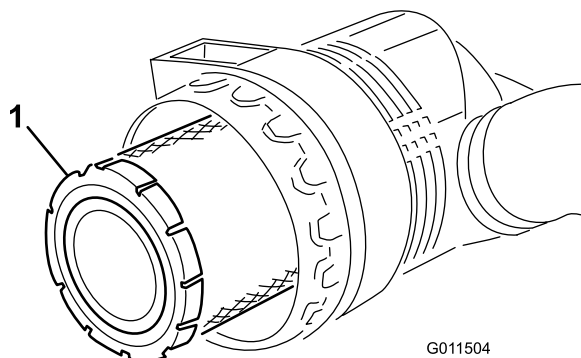

**Figure 49**
1. Tirez le verrou vers l'extérieur et tournez le couvercle du filtre à air dans le sens anti-horaire (Figure 49).
7. Montez le couvercle en dirigeant la valve de sortie en caoutchouc (Figure 49) vers le bas, entre 5:00 et 7:00 heures environ vu de l'extrémité. Fermez le verrou.